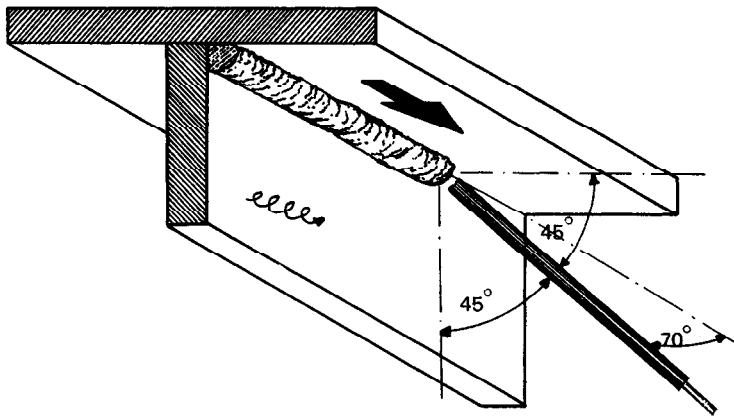

Figura 2.104
- ▲ Tercer paso *Deposite el cordón de raíz (Figura 2.104).*
- b) Avance fundiendo ambos cordones con la pared vertical, haciendo movimiento como la figura 2.104.